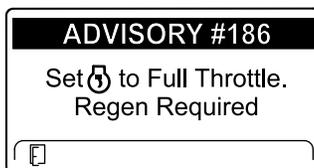

Figura 42
**Nota:** Si la temperatura de los gases de escape del motor es demasiado baja, el InfoCenter muestra el ADVISORY #186 (Aviso n.º 186) (Figura 42) para informarle de que ajuste el motor a velocidad máxima (ralentí alto).